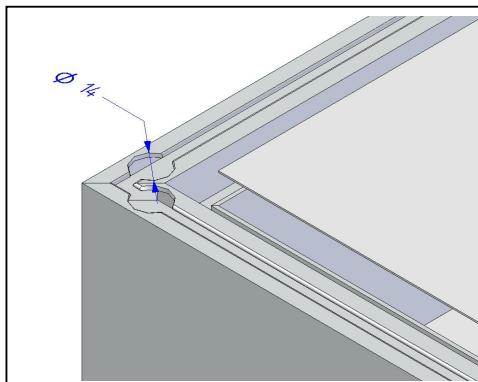

Fig.6
5. Eseguire un foro Ø 14 profondità 2 mm in corrispondenza dei montanti o della traversa superiore a seconda della posizione del porta guarnizione da sostituire(fig.6).(Se il porta guarnizione perimetrale è da sostituire in tutti e tre i lati del battente i fori da eseguire sono tre).